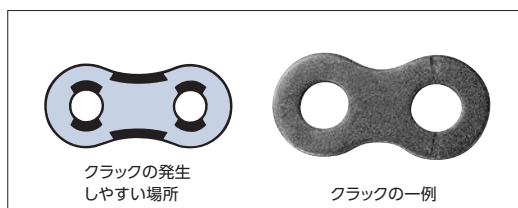

図25. プレートのクラック
- 2-2 クラックは、一般に図25のようにプレートの穴の縁、または側面から発生します。綿密にクラックの発生を点検してください。疲労破壊は徐々に進行しますが、注意深く観察することで発見することができます。